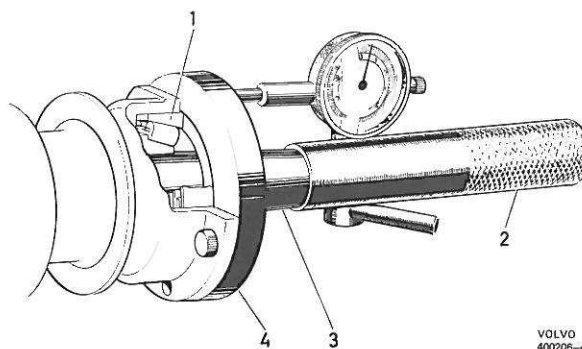

Figure 18. Mesure du jeu axial des arbres de roues
- 5a. Remplacement du roulement du côté droit: Reposer le plateau-support de frein et le support de l'étrier, avec joint de feutre. Presser la cuvette du roulement sur le plateau-support de frein en se servant de l'extracteur SVO 2204. Fixer le support de comparateur SVO 2611 et le comparateur sur l'arbre de roue. Diriger la pointe de mesure de comparateur sur le plateau-support de frein et relever le jeu axial. (Voir paragraphe 6 et figure 18). En cas de jeu incorrect, déposer le tambour de frein et le plateau-support de frein du côté gauche et régler le jeu en se conformant aux paragraphes 5b à 10 ci-après. En cas de jeu correct, procéder comme aux paragraphes 7 à 10.
6. Fixer le support SVO 2611, avec comparateur, sur l'arbre de roue, voir figure 18. Diriger la pointe de mesure du comparateur sur la plaque, enfoncer l'arbre et mettre le comparateur à zéro. Retirer l'arbre de roue et noter le jeu. Choisir des cales de réglage en se référant au tableau de la page ci-dessus.